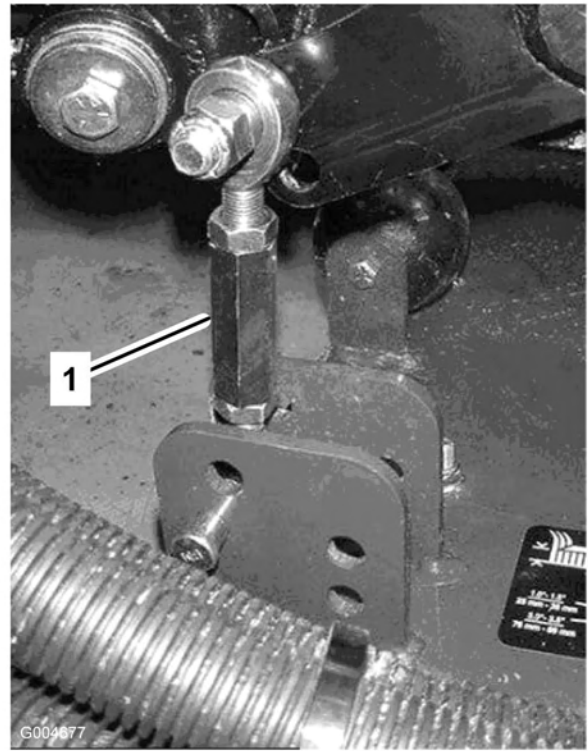
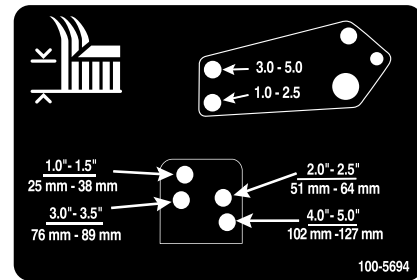

Bild 22
Bild 23
8. Entfernen Sie die Splints und Lastösenbolzen, mit denen die Stoßdämpferverbindungen an den Mähwerkbügeln befestigt sind (Bild 22). Fluchten Sie die Stoßdämpferverbindungslöcher mit den ausgewählten Löchern im Schnitthöhenstellbügel am Mähwerkrahmen ab (Bild 23), stecken die Lastösenbolzen ein und bringen die Splinte an.